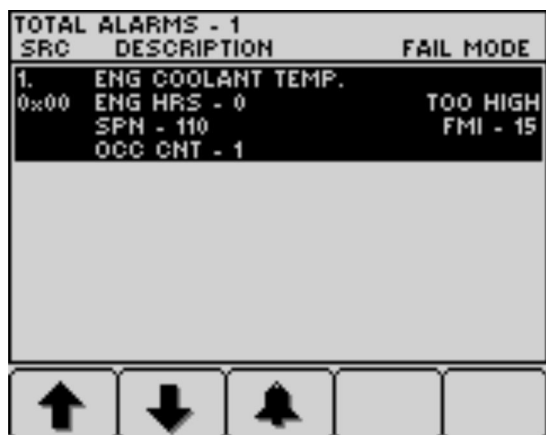

Figura 35
- Premete i pulsanti da 1 a 5 per visualizzare l'elenco dei guasti attivi (Figura 35).
4. Premete i pulsanti da 1 a 5 per visualizzare l'elenco dei guasti attivi; fate riferimento alla Figura 35 in Messaggi di avvertenza del motore (pagina 35).